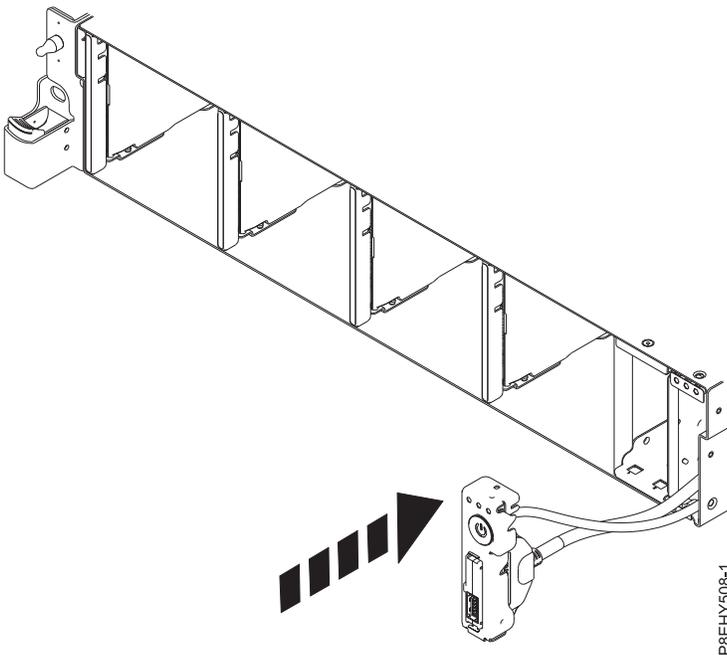

図 109. 電源スイッチおよびケーブルの取り替え
4. システムに電源スイッチおよびケーブルを挿入します。ケーブルは慎重にシステム・バックプレーンを通して配線してください (図 109を参照)。